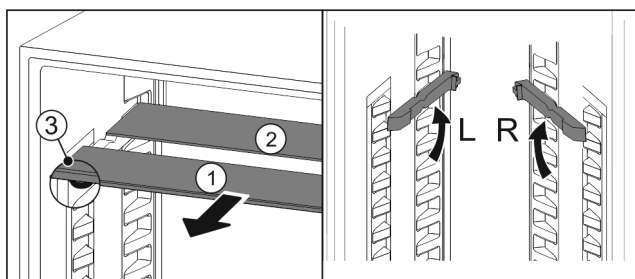

Fig. 159
- estrarre i ripiani di vetro singolarmente tirando in avanti Fig. 159 (1).
- Il piano in vetro Fig. 159 (1) con il motivo ornamentale è nella parte anteriore.
- I fermi Fig. 159 (3) sono rivolti verso il basso.